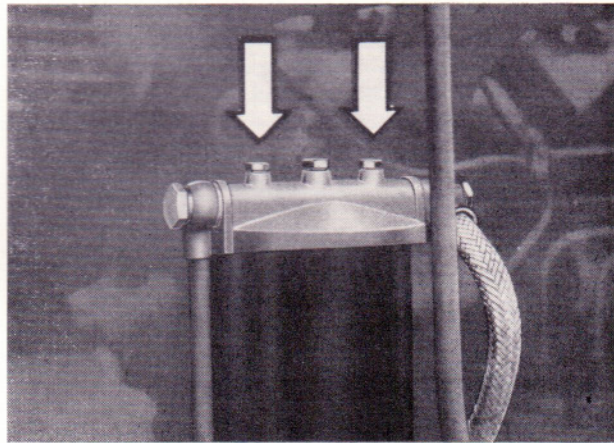

Bild 157
- Entlüftungsschrauben am Kraftstofffilter heraus-schrauben (Bild 157).